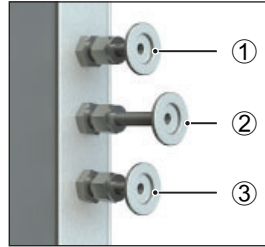
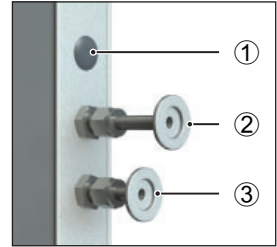

Abb. 21 Anschlüsse auf der Rückseite von Geräten VO49 Premium und VO101 Premium
Abb. 22 Anschlüsse auf der Rückseite von Geräten VO29 Premium und allen Standardgeräten
Vakuumanschluss auf der Geräterückseite (Abb. 21 und Abb. 22 ③) mit Hilfe des Verbindungsschlauches mit dem Vakuumpumpenanschluss des Pumpenmoduls oder einer anderen geeigneten Vakuumpumpe verbinden.
Inertgasflasche (Druckminderer) mit einem Verbindungsschlauch mit DN16KF-Anschluss mit dem Anschluss an der Geräterückseite verbinden (Abb. 21 ©). Druckminderer auf 1,0 bis 1,2 bar einstellen.